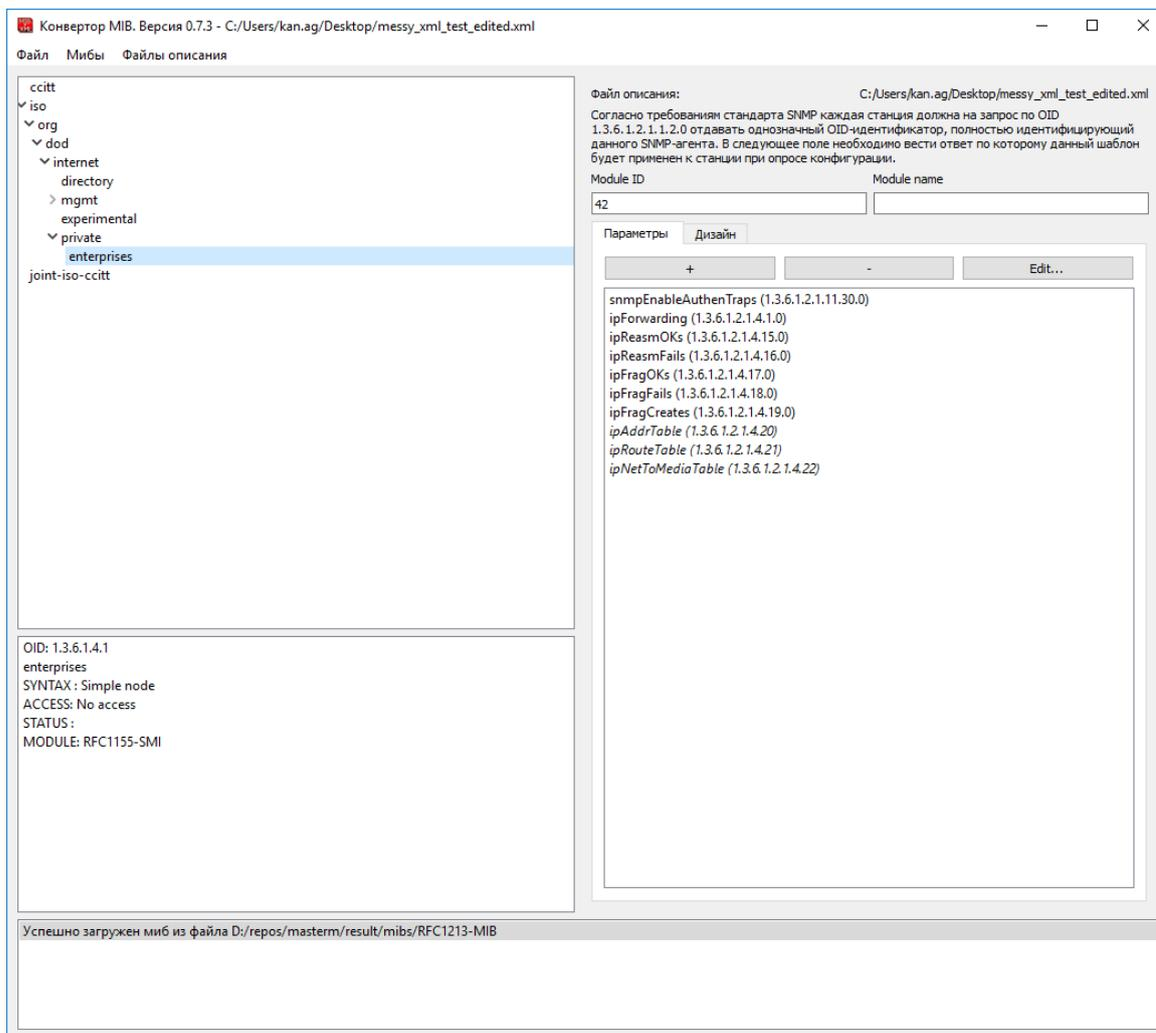

Рис. 91
6.8.1.1. Общий вид инструмента приведен на рис. 91.